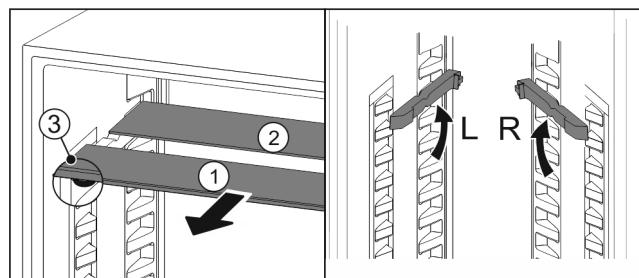

Fig. 52
- Extragăti Fig. 52 (1) pe rând plăcile de sticlă spre înainte.
- Placa de sticlă Fig. 52 (1) cu șipca decorativă se află în față.
- Opritoarele Fig. 52 (3) indică în jos.